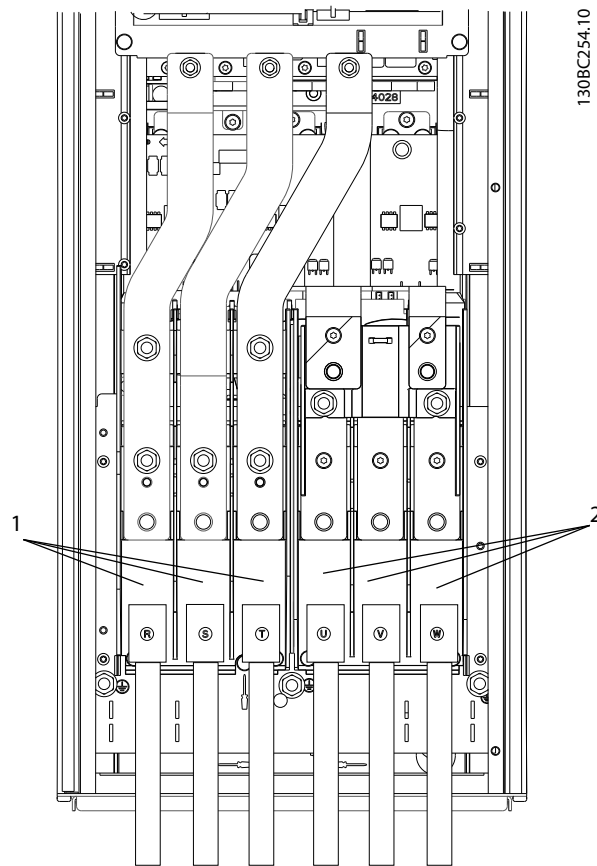

图 2.23 连接到交流主电源
- 将三相交流输入电源线路连接到端子 L1、L2 和 L3 上（请参阅 图 2.23）